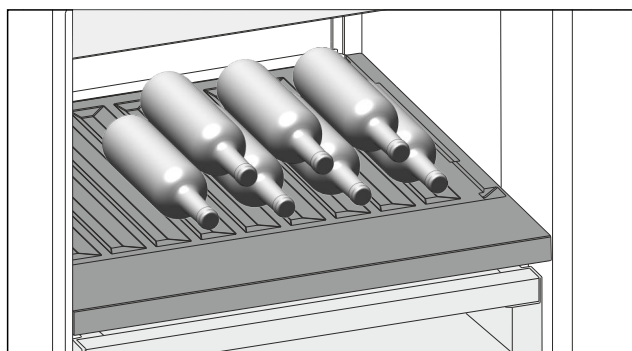

Fig. 117
- Поставете бутилките с дъното назад към задната стена. (виж Fig. 117)